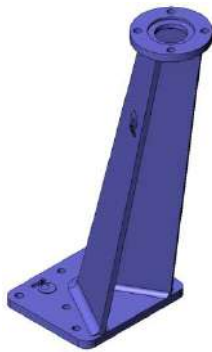

fig. 4
- Colonne de manœuvre inclinée (fig. 4)